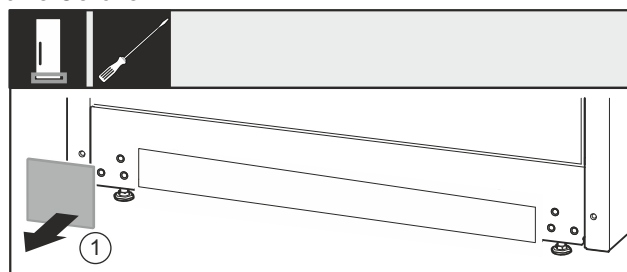

Fig. 32
- Abdeckung Fig. 32 (1) abnehmen.